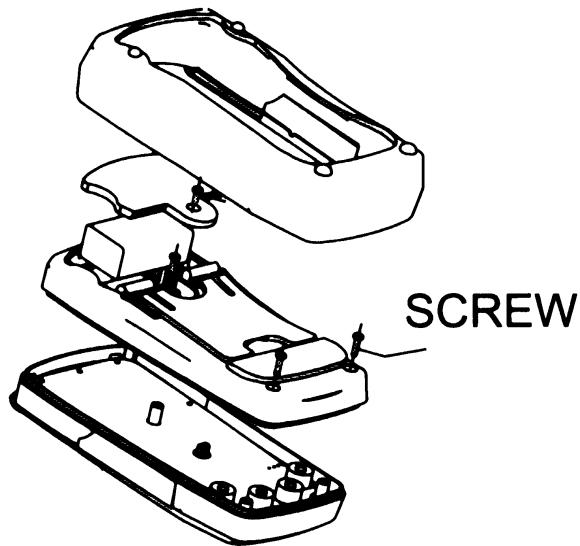

Рис. 11
C. Замена предохранителя (рис. 11)